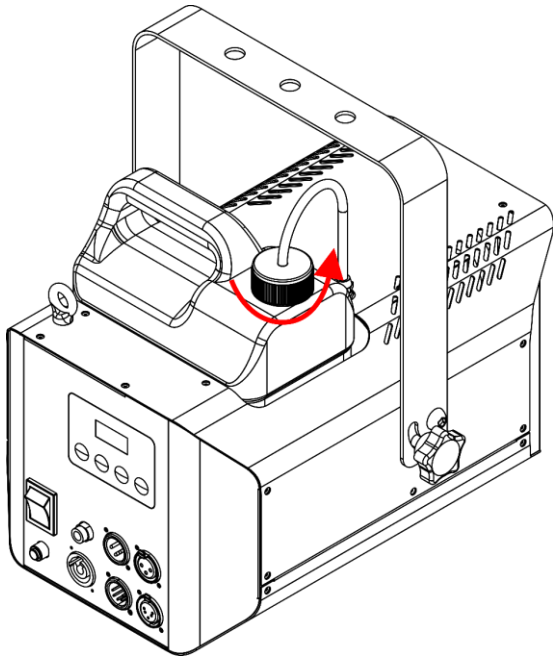

Fig. 14
- 02) Dévissez le bouchon du réservoir de liquide, comme indiqué sur la Fig. 14.